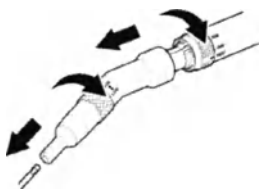

Рисунок 6. Отсоединение режущих принадлежностей и насадки
4. Снять насадку с рукоятки (рис. 6).